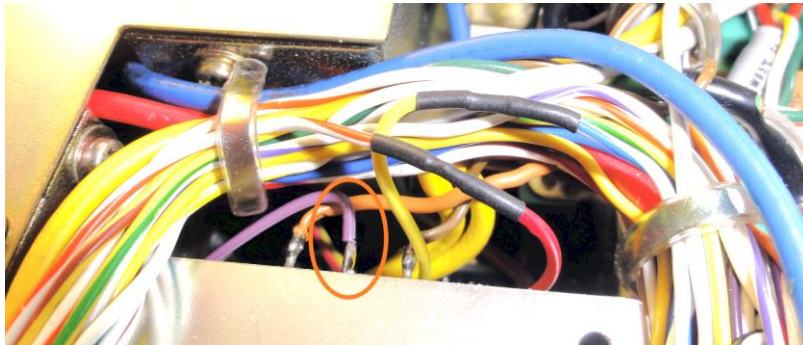

Abbildung 13
- Löten Sie den violetten Draht an den Pin "RF-Input" der COUNTER MIXER UNIT PB-1541 (Anschluss in der Mitte, siehe Abbildung 13).